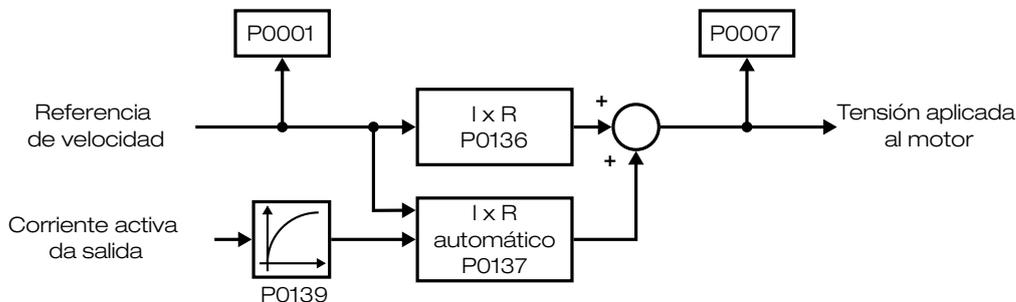
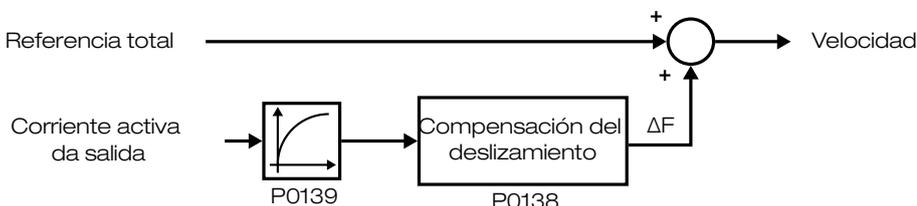

Figura 5.10: Diagrama de bloques de P0137
Figura 5.12: Diagrama de bloques P0138 (escalar)
- Consulte la Figura 5.10 en la página 5-22 y Figura 5.12 en la página 5-22.